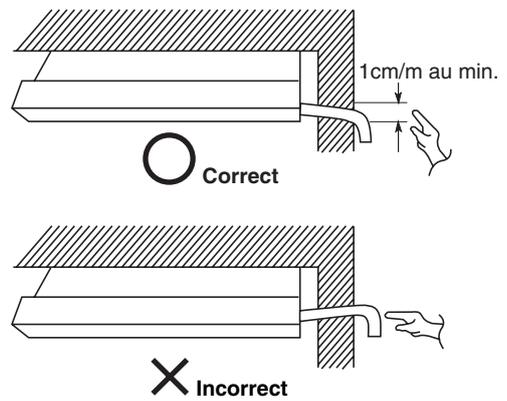

Fig. 3-79
- Raccordez la liaison d'évacuation des condensats de manière à ce qu'elle soit inclinée vers l'extérieur. (Fig. 3-79)